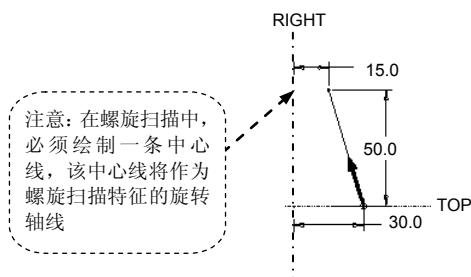

图 5.27.4 螺旋扫描轨迹线
(1) 定义螺旋扫描轨迹的草绘平面及其垂直参照平面：选择 Plane (平面) 命令，选取 FRONT 基准平面作为草绘平面；选择 **Sketch (草图) → Right (右)** 命令，选取 RIHGT 基准平面作为参照平面。系统进入草绘环境。
(2) 定义扫描轨迹的草绘参照：进入草绘环境后，接受系统给出的默认参照 RIGHT 和 TOP 基准平面。
(3) 绘制和标注图 5.27.4 所示的轨迹线，然后单击草绘工具栏中的“完成”按钮